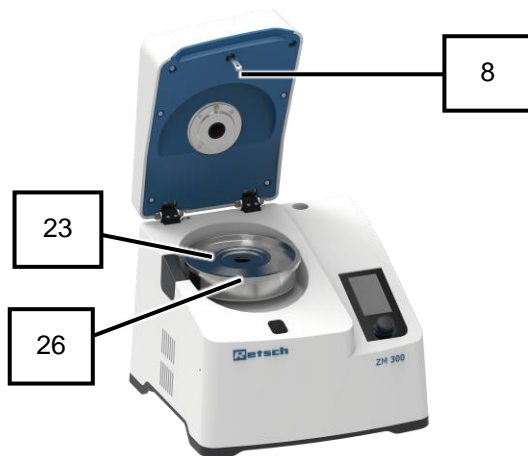

Fig. 22: Recinto interior con recipiente colector abierto
12. Cierre el recipiente colector (24) con la tapa de recipiente colector (23) (Fig. 22).
13. Cierre la cubierta del aparato (2) y mantenerla en la posición cerrada durante aprox. 2 segundos.